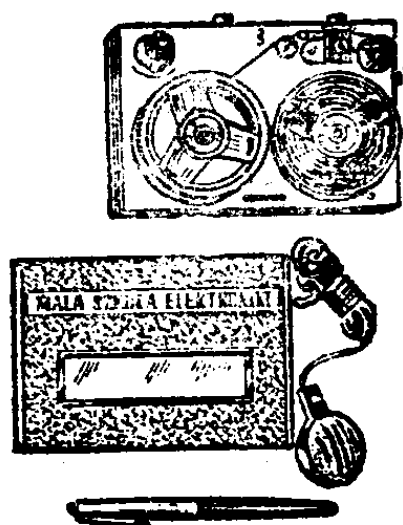
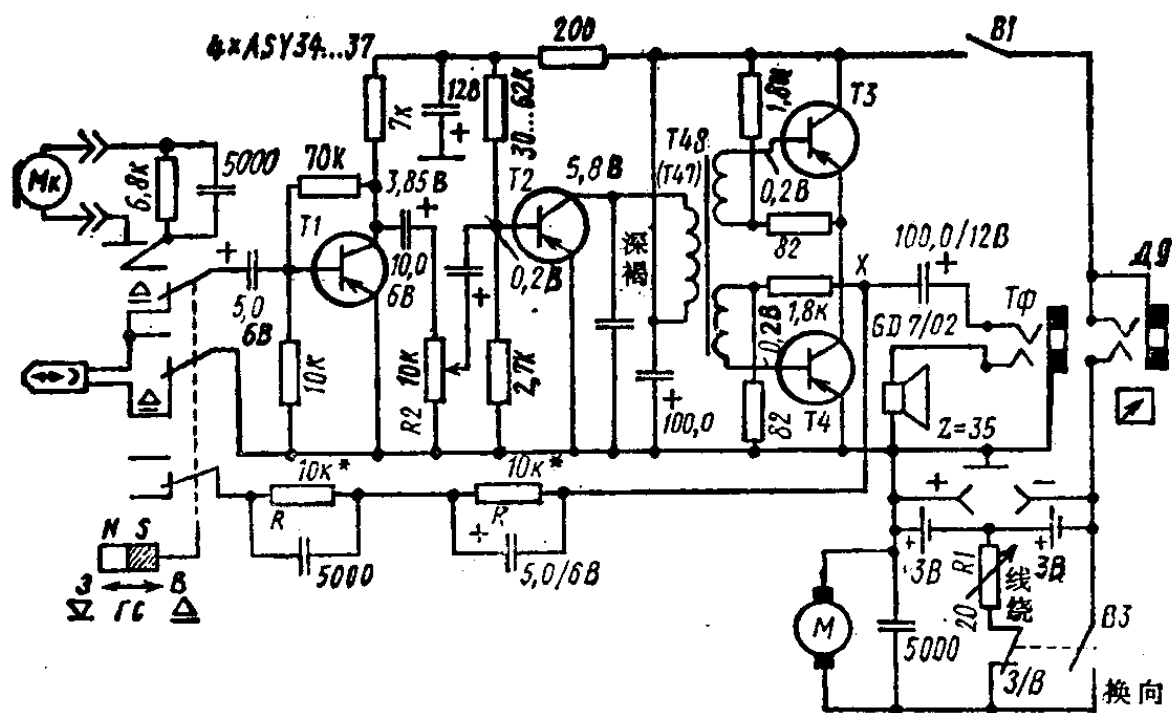

图 1-2 小型录音机
图 1-3 小型录音机电路图
(1) 小型录音机 （图1-2）的尺寸为 $46 \times 92 \times 137$ 毫米，重650克。录音机的工作持续时间为 2×3.5 到 2×11 分钟。放音频带为200—4000赫。录音机有一个连接小型受话器（耳机）用的插孔和一根与开关相接的双芯导线（供遥控录音机用），输出功率为80毫瓦。图1-3是录音机的原理电
电阻B（图1-3）为调节偏磁电流用，它的大小应选择得使磁头线圈中的偏磁电流保持在0.4毫安。